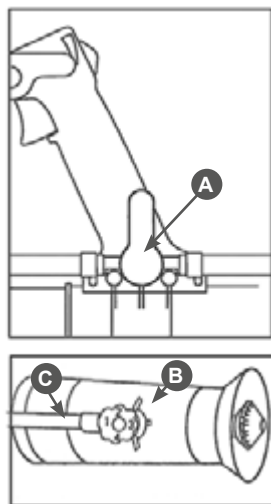

Рис. 19 Настройка дозатора
Запорный кран А (Рис. 19) на рукоятке управления открывает и перекрывает подачу раствора.
- Количество выделяемого раствора может изменяться поворачиванием регулятора В дозатора (Рис. 19) на сопле.
Позиция «1» на регуляторе дозатора это минимальный поток распыляемой жидкости, а «4» — максимальный. Необходимый номер позиции регулятора должен быть установлен напротив шланга сопла С (Рис. 19).